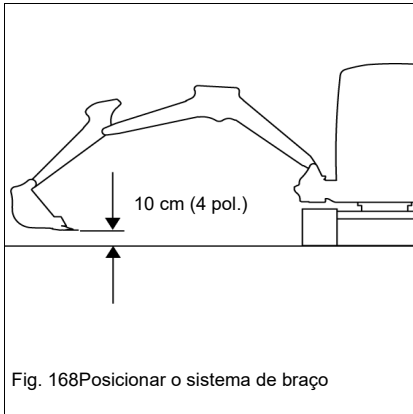

Fig. 168 Posicionar o sistema de braço
5. Posicionar o sistema de braço como mostrado em Fig. 168.